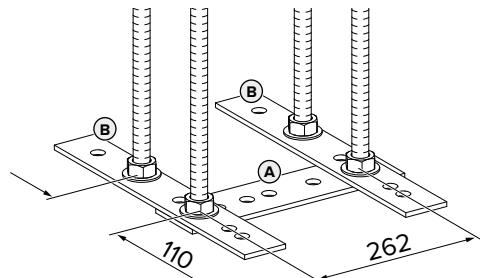
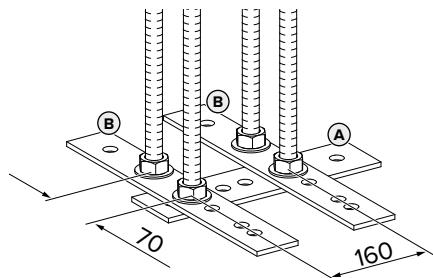

Fig. 1: Mål [mm]
Fig. 2: Mål [mm]
- Stikk gjengestenger inn i Fig. 1 og Fig. 2 inn i flattstålet, samtidig som det tas hensyn til målene. Påse at flattstålet (A) og flattstålene (B) er plassert i rett vinkelen (90°).